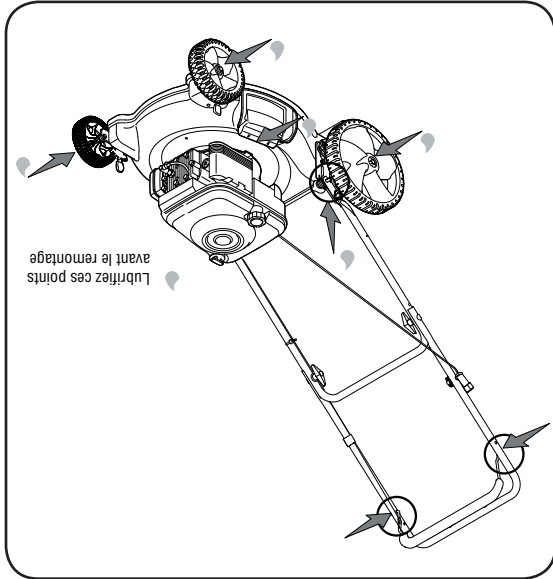

Figure 12
1. Lubrifiez les points de pivot de la poignée de commande de la lame au moins une fois par saison avec une huile légère. La commande de la lame doit fonctionner facilement dans les deux sens. Voir la Figure 12.
3. Le ressort de torsion et le point de pivotement sur le clapet arrière doivent être lubrifiés régulièrement avec une huile légère pour empêcher la rouille. Voir la Figure 12.